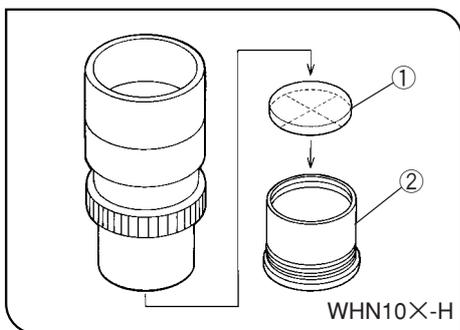

図 11
### 4 接眼マイクロメータの使い方 (図11,12)
取付け方は図11のように、内蔵のマイクロメータ枠②を反時計方向に回して取外し、マイクロメータ①の表示面を下側にして落とし込みます。